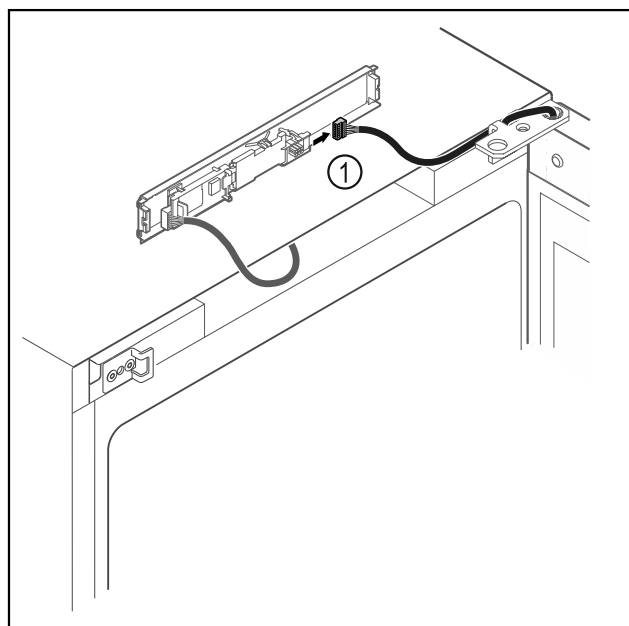

Fig. 16
- ▶ Ištraukite iš plokštės kištuką Fig. 16 (1).